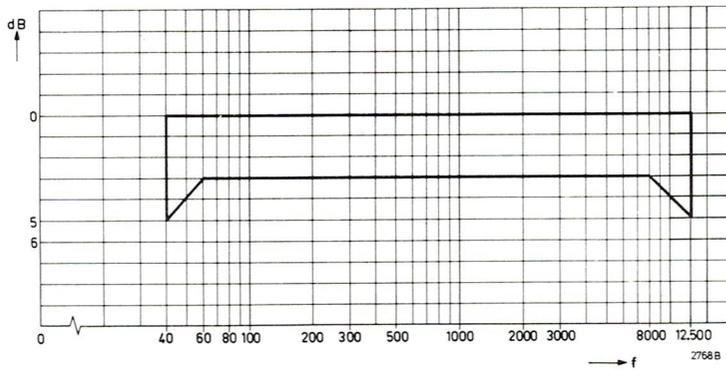

Fig. 8
- la courbe de fréquence qui est à présent mesurée à la reproduction sur le point  $\diamond$  ( $\diamond$ ), mesurée par rapport au niveau de 333 Hz, doit se situer dans les limites de la courbe comme indiqué fig. 8.